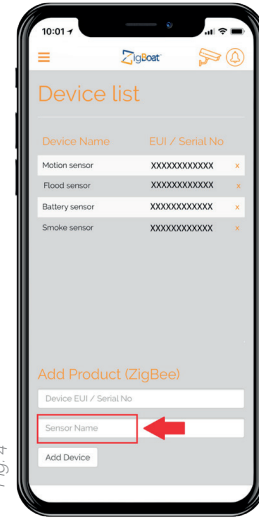

Fig. 4
3. Es posible modificar el nombre del dispositivo seleccionando "Nombre" (fig. 4). Luego, pulse el botón "Agregar dispositivo"